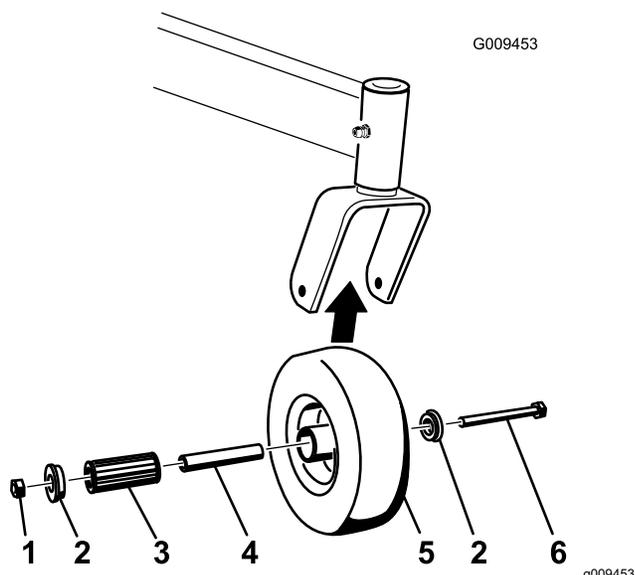

Рисунок 68
1. Удалите контргайку и колесный болт, с помощью которых поворотное колесо крепится к вилке (Рисунок 68).
- Снимите одну из втулок, затем извлеките распорную втулку и роликовый подшипник из ступицы колеса (Рисунок 68).
- Извлеките вторую втулку из ступицы колеса и удалите всю смазку и грязь из ступицы (Рисунок 68).
- Примечание:** Замените поврежденные или изношенные детали (Рисунок 68).
- Вставьте одну втулку в ступицу колеса (Рисунок 68).
- Смажьте роликовый подшипник и распорную втулку и вставьте их в ступицу колеса (Рисунок 68).
- Вставьте вторую втулку в ступицу колеса (Рисунок 68).
- Установите поворотное колесо в вилку поворотного колеса и закрепите при помощи колесного болта и контргайки (Рисунок 68).
- Затяните контргайку так, чтобы распорная втулка была прижата к внутренней поверхности поворотных вилок (Рисунок 68).